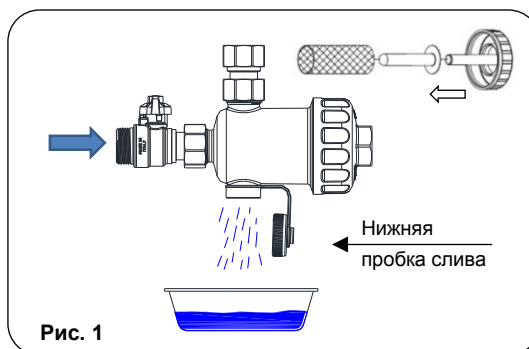
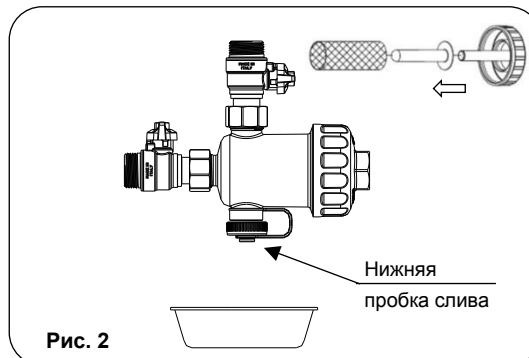
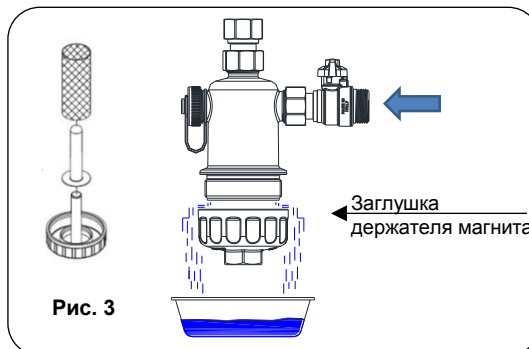
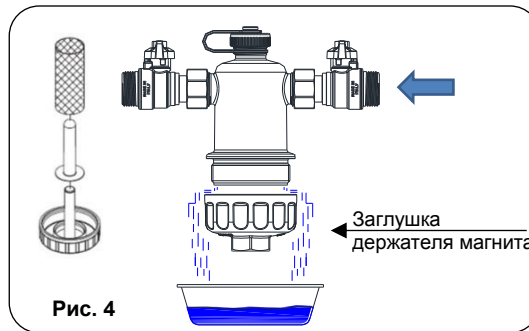

Рис. 1
Рис. 2
Рис. 3
Рис. 4
Аккуратно снять нижнюю пробку слива. Вода начнет постепенно стекать (Рис. 1 / Рис. 2).
В случае вертикальной установки сепаратора шлама (Рис. 3 и Рис. 4) раскрутить непосредственно заглушку держателя магнита при помощи ключа на 29 мм. Удостовериться, что вода собирается в емкость подходящего размера.
**Примечание:** В конфигурациях установки, изображенных на Рис. 2 и Рис. 4, перекрыв оба шаровых крана и снизив давление в сепараторе шлама при помощи пробки слива, можно полностью достать фильтр с целью облегчения проведения работ по техническому обслуживанию.